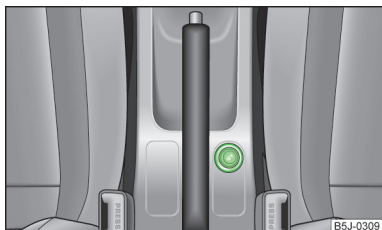

Fig. 76
- > Apăsați capul brichetei » fig. 76.
Priza de 12 V (numită în continuare doar priza) se află în consola centrală din față » fig. 76 la pagina 80 și în portbagaj » fig. 77.